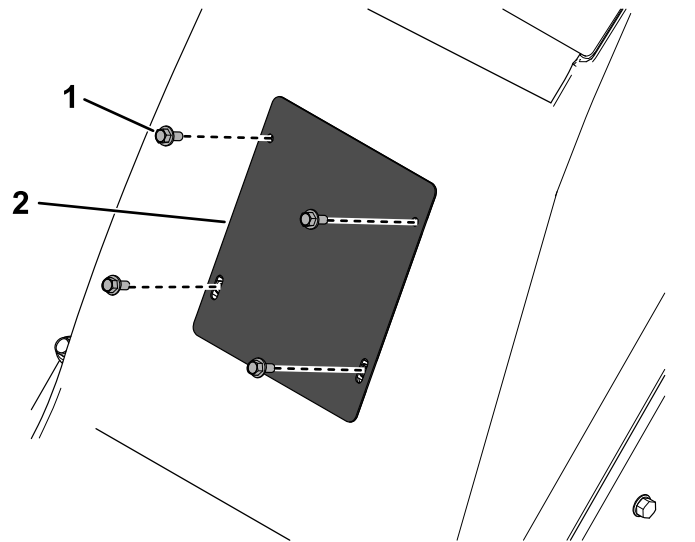

Figura 28
3. Retire os quatro parafusos que fixam a cobertura frontal e retire a cobertura (Figura 28).